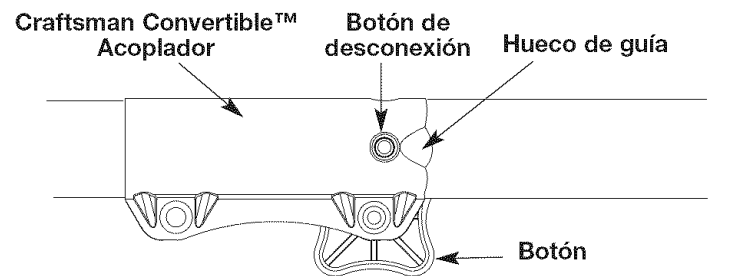

Fig. 3
**NOTA:** La alineación del botón de desconexión con la guía ayuda en la instalación (Fig. 3).
4. Apriete el botón girándolo hacia la derecha (Fig. 3).
2. Oprima y sostenga oprimido el botón de liberación (Fig. 3).